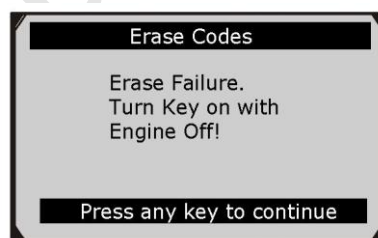

Рисунок 5-9
- Если коды не удалось удалить, на дисплее отобразится сообщение **Erase Failure. Turn Key on with Engine off! [Удаление не выполнено. Включите зажигание без запуска двигателя!]**. См. рисунок 5.9.